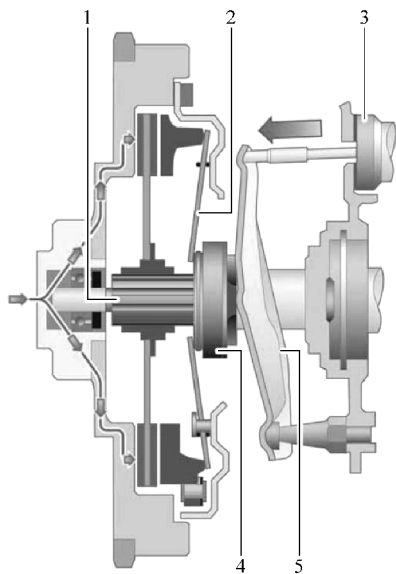

图 3-8 离合器分离原理
2) 离合器分离 (图 3-8)。踩下离合器踏板时,通过工作液压缸 7 和分离拨叉 8 将分离轴承 6 压在盘形弹簧 5 上。盘形弹簧克服压紧力使离合器压盘 2 从离合器从动盘 3 上分离。因此离合器从动盘离开飞轮摩擦面并位于飞轮与离合器压盘之间。此时至变速器的作用力传递中断。